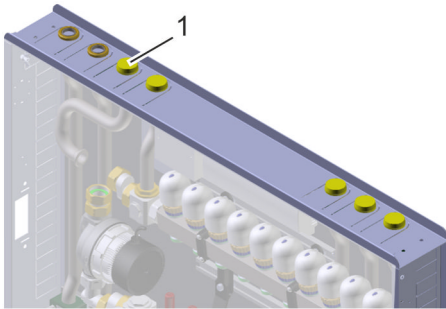

Abb. 35: Schutzkappen entfernen
1. → Schutzkappen (Abb. 35/1) der Rohre entfernen.